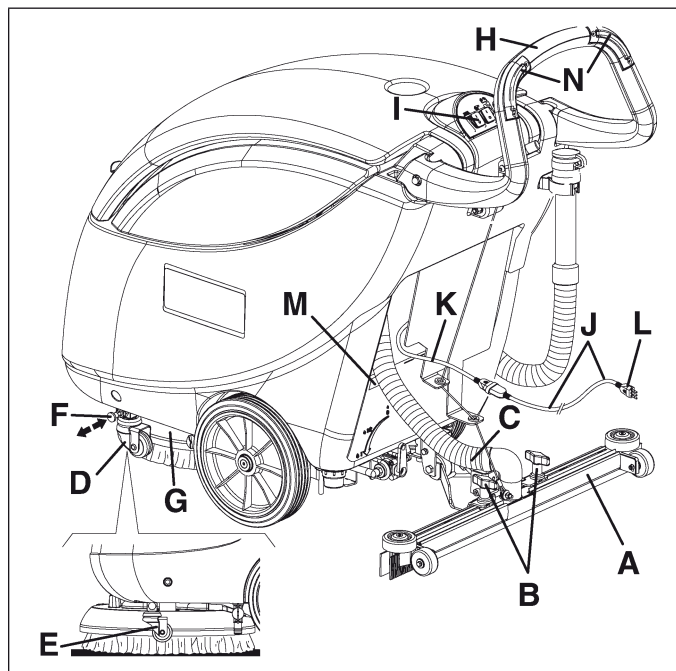

Figure 5
1. Installer l'embouchure (A, Fig. 5) et la fixer à l'aide des boutons (B), puis connecter le tuyau d'aspiration (C) à l'embouchure.
3. Désactiver le dispositif de stationnement (D, Fig. 5) en le positionnant sur (E) après avoir actionné la goupille correspondante (F).
4. Soulever la couverture de la brosse (G, Fig. 5) en faisant levier sur le guidon (H).
6. Baisser la couverture (G, Fig. 5) au moyen du guidon (H).
7. Brancher la rallonge (J, Fig. 5) livrée avec la machine au câble d'alimentation (K). Brancher la fiche (L) de la rallonge au réseau électrique.
Avant de brancher la machine au réseau électrique, s'assurer que la fréquence et la tension indiquées sur la plaque avec numéro de série et données techniques (M, Fig. 5) coïncident avec la tension de réseau.
8. Positionner l'interrupteur de la brosse (I, Fig. 5) sur "I", puis appuyer l'un ou les deux boutons-poussoirs (N) pour quelques secondes pour permettre l'accrochage de la brosse/plateau support disque.